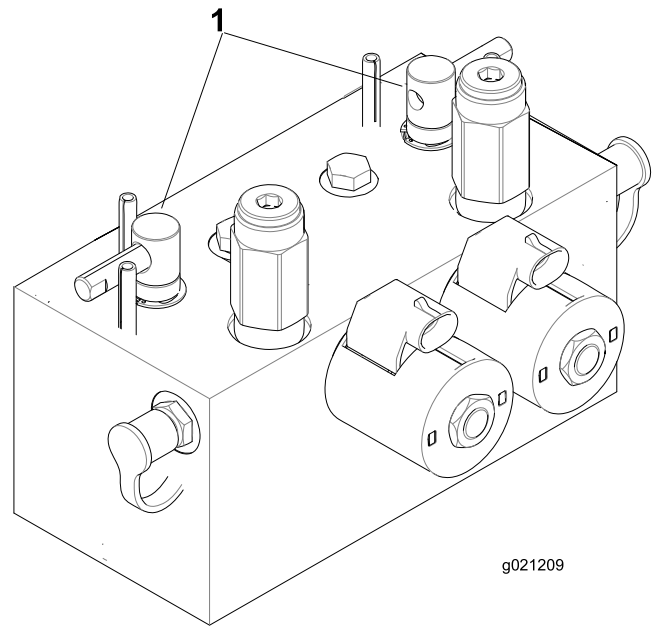

图76
2. 松开并提起座椅，露出倒磨控制杆（图76）。
5. 选择前、后或同时两个倒磨控制杆，确定哪些刀组需要倒磨（图76）。